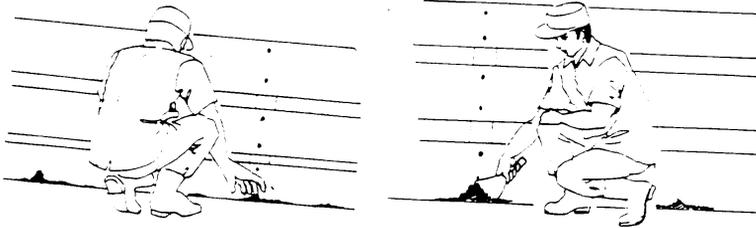

FIG. 30. Instruções de limpeza no piso, paredes e cantos das instalações.
g) Verifique se após a limpeza não ficou nenhuma crosta no piso, nas paredes e nos cantos e em seguida remova com uma espátula as crostas que restaram (Fig. 30).